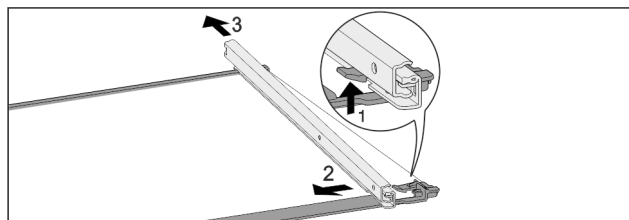

Fig. 83 Glashylla med skenor
- ▶ Tryck främre spärr uppåt. Fig. 83 (1)
- ▶ Skjut bort utdragsskena i sidled Fig. 83 (2) och bakåt Fig. 83 (3).